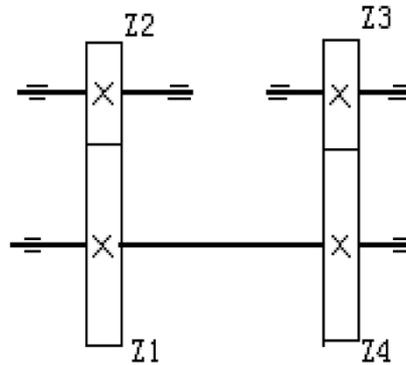

图 2
33.图 2 所示,已知两对标准直齿圆柱齿轮传动的标准中心距 $a_1=a_2$,轮 1 与轮 3 的模数 $m_1=m_3=4$,齿数 $Z_1=60, Z_3=30, Z_4=50$, 求(1)轮 2 的模数 m_2 ; (2)轮 2 的齿数 Z_2 ;